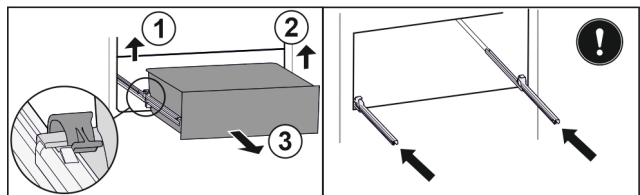

Fig. 186
- ▶ Приподнимите левый зажим и одновременно вытяните движением вперед выдвижной ящик слева. *Fig. 186 (1)*
- ▶ Приподнимите правый зажим и одновременно вытяните движением вперед выдвижной ящик справа. *Fig. 186 (2)*
- ▶ Извлеките выдвижной ящик движением вперед. *Fig. 186 (3)*